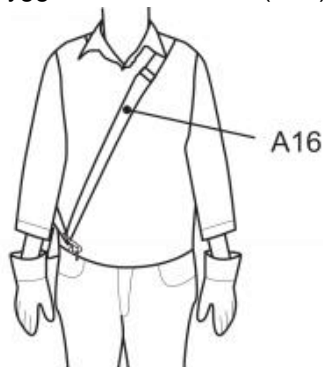

Fig. 33
2. Placera selen (A16) så att den löper över vänster axel, korsar bröstet och ryggen. Fästklämman (A18) måste vara placerad på höger höft (bild 33).